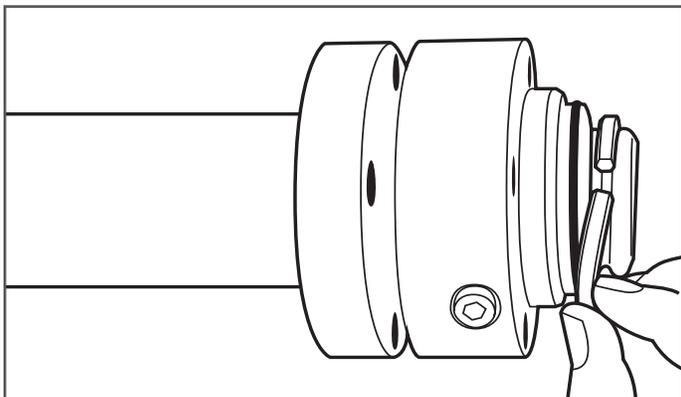

Figure 7-19
20. Faites glisser la partie arrière et la partie centrale du raccord sur le tuyau et insérez les bagues fendues dans le creux de la première ondulation la plus proche de la partie centrale du raccord (Figure 7-19).